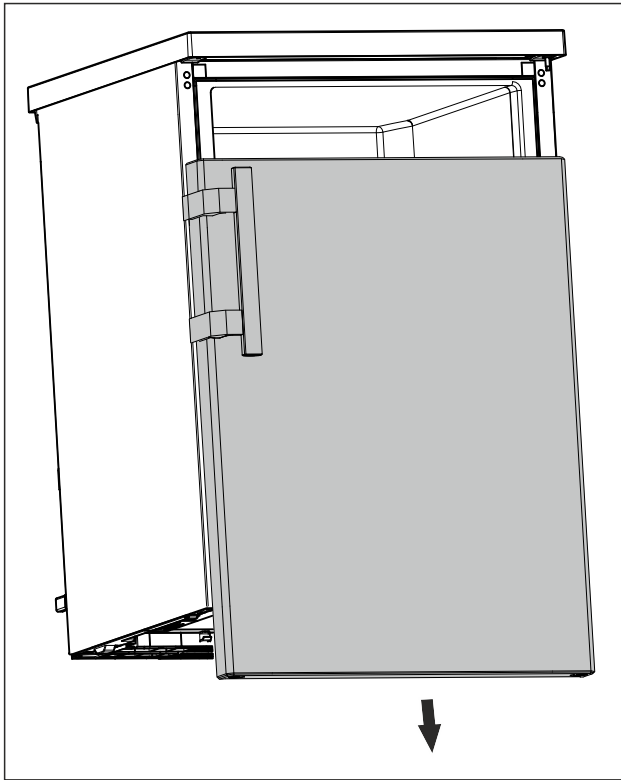

Fig. 17
- ▶ Ota ovi alaspäin pois. (katso Fig. 17)